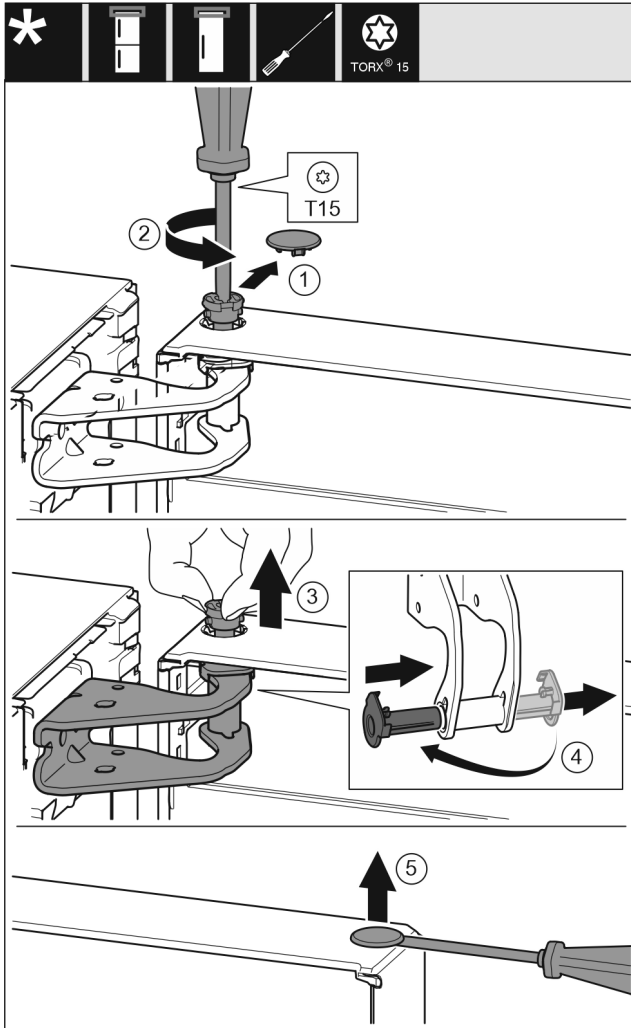

Fig. 7
- ▶ Óvatosan húzza le a biztonsági fedelet. Fig. 7 (1)
- ▶ Tekerje ki a csapot egy kissé a T15 csavarhúzóval. Fig. 7 (2)
- ▶ Tartsa meg az ajtót, és húzza ki a csapszeget az ujjával. Fig. 7 (3)
- ▶ Húzza ki a csapágyperselyt a vezetősínből. Helyezze be a másik oldalról, és pattintsa a helyére. Fig. 7 (4)
- ▶ Óvatosan emelje ki a dugaszt az ajtó csapágyperselyéből lapos csavarhúzóval, és húzza ki. Fig. 7 (5)